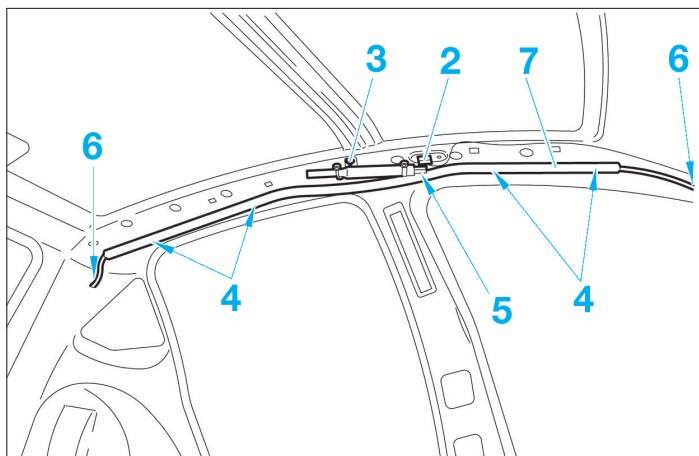

FIG. 6
- Dévisser la vis (2) puis l'écrou (3) (Fig.6)
- Dégrafer les entretoises aux points (4).
- Débrancher le connecteur (5).
- Dégager les brins aux extrémités (6).
- Déposer l'airbag rideau (7).